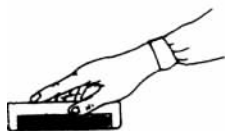

图 3-14
(1) 手工干磨腻子
① 较平整表面打磨。轿车、客车及载重汽车的车门等表面比较平整,在这些表面上打磨腻子时,可将砂布包在木块中,手握木块两侧进行打磨,如图 3-14 所示。打磨时用力要均匀,不要用力过大,使腻子粉末无法排出,沾在磨面上,影响打磨质量。打磨过程中,磨面上污物和灰尘应及时清除。